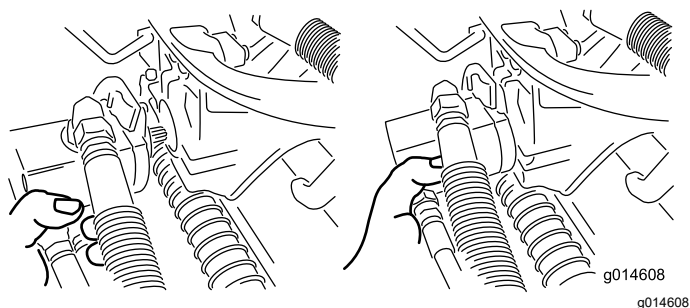

Figura 59
3. Mova o motor para o local de armazenamento na parte da frente do braço de suspensão (Figura 59).